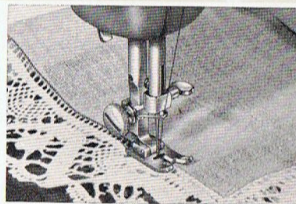

Abb. 28.
3. Die Spitzenkante dicht an die umgeschlagene Stoffkante legen und die Spitze mit Zickzacknaht festnähen. Darauf achten, dass die Nadel abwechselnd in Spitze und Stoff näht (Abb. 28.)